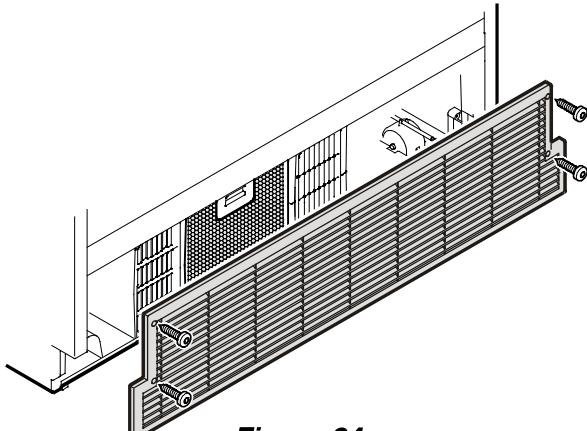

Figure 24
- Ouvrir le tiroir inférieur du congélateur et dévisser la grille de ventilation - **Figure 24.**